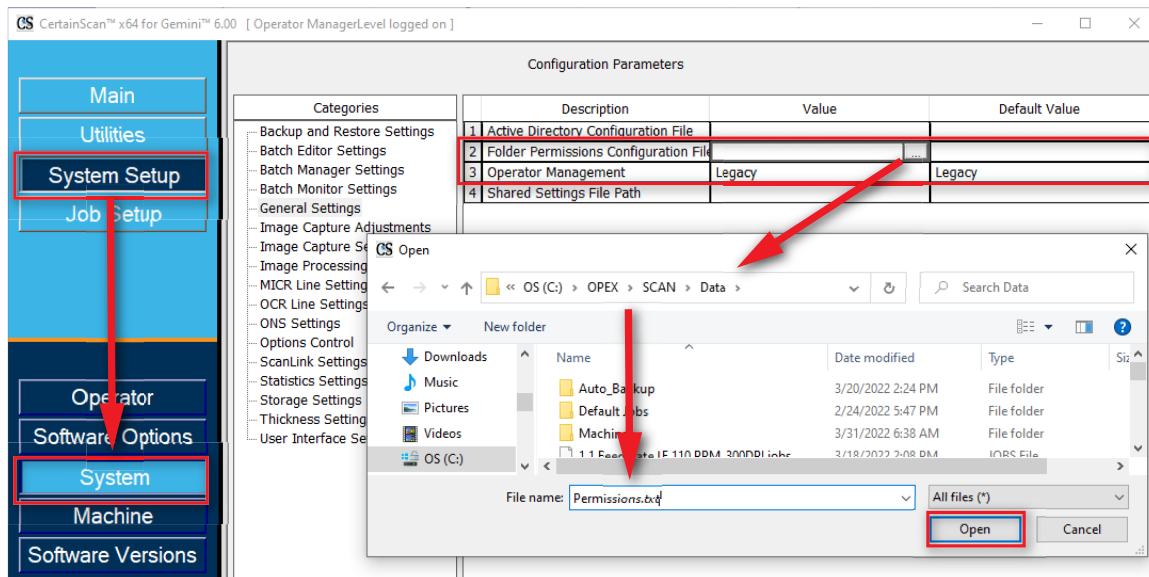

Figura 3-33: Crear archivo de permisos
- Vaya a **Configuración del sistema > Sistema > Configuración general > Archivo de configuración de permisos de carpetas** (Figura 3-33).